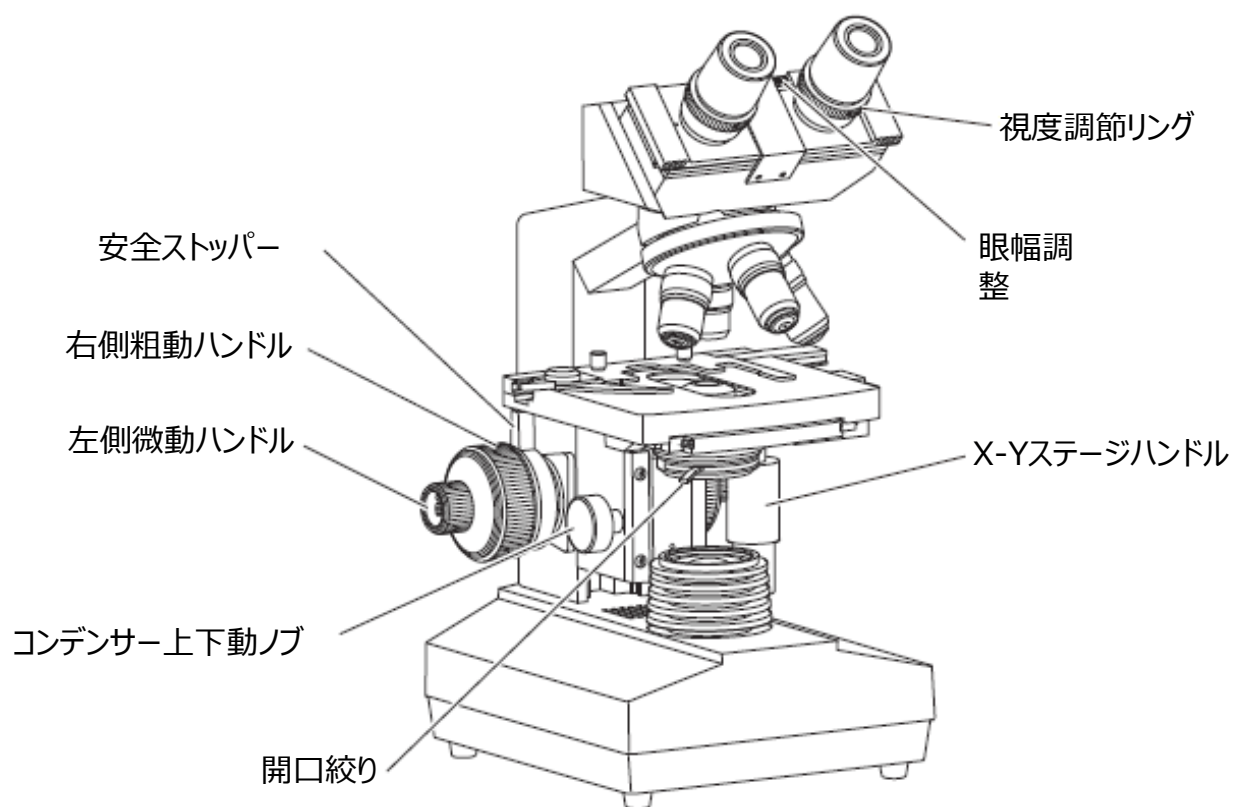

図14
(図14、15)
- ① 10×の対物レンズで標本にピントを合わせてください。ピント合わせ中に対物レンズが標本に触れないようにするには、最初にメカニカル・ステージを上げて標本を対物レンズに近付けてから、標本にピントが合うまでゆっくりと両者を離して行くようにしなければなりません。
- ② 粗動ハンドル①を逆に回して標本を下げながら、同時に10×の接眼レンズ内の画像を探り、それから微動ハンドル②を使ってピントを合わせます。その後なら、支障なく他の倍率の対物レンズと交換しても、標本を破損する危険もなくピントを合わせることができます。
- ③ 標本にピントが合えば、安全ストッパー (図14中に表示) を締めてステージの高さを限定します。これにより、誤操作や標本の破損を防ぎ、ステージだけを下げることができます。
- 粗動ハンドルの重さは工場から出荷する前にすでに調節されています。緩くなった場合は (例えば、ステージがその重みで滑り落ちる等)、粗動ハンドル重さ調整リング③を正しい位置まで締めてください。